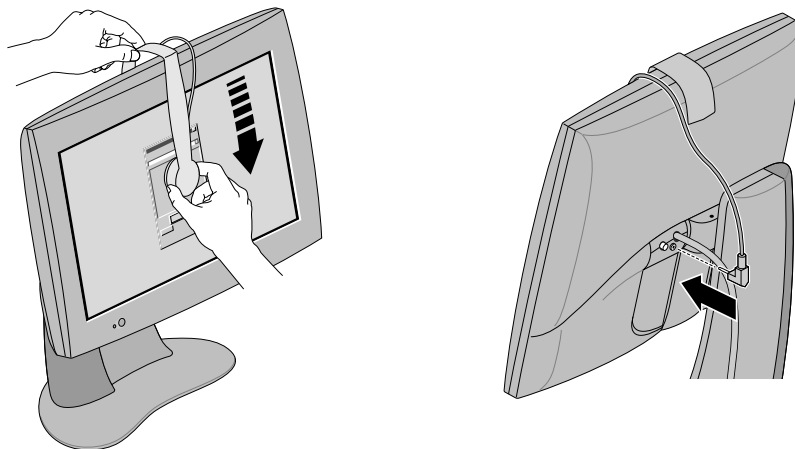

图 1-7 对齐和连接传感器
2. 用两只手将传感器放在显示器的上方，将其挂在显示器框架的边缘上，如图 1-7 所示。要小心，不要刮到平板显示器的屏幕。